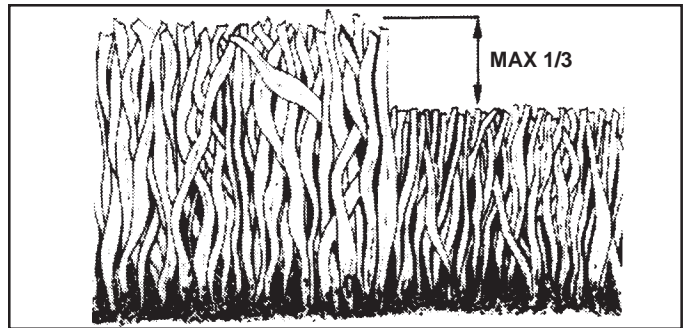

FIG. 5
- Pour les meilleurs résultats, ajustez la hauteur de coupe de tondeuse afin que la tondeuse coupe seulement le tiers du haut de l'herbe (Voir Fig. 5). Pour les conditions de broyer de l'herbe très difficiles, réduisez votre largeur de la coupe sur chaque passage et tondez lentement.